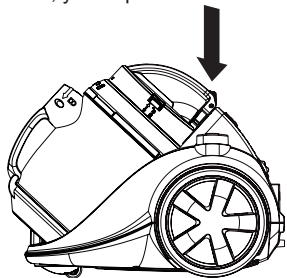

Figura 9
3. Retire el depósito para el polvo; para liberarlo pulse el botón (véase la figura 9) y tire de él hacia afuera, y colóquelo encima de una bolsa de basura.